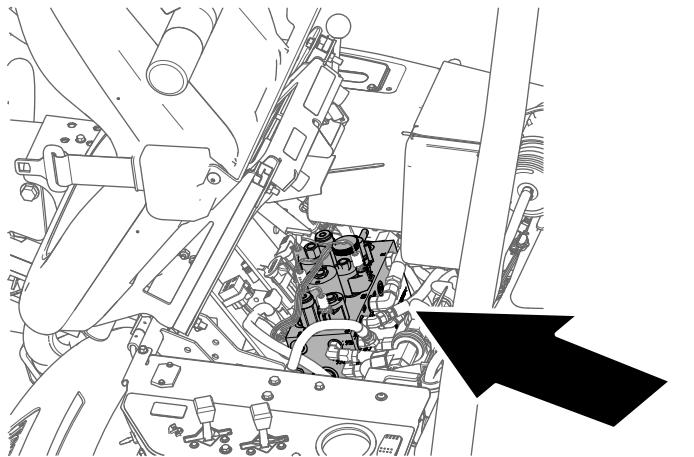

Figura 52
4. Inclinete in avanti il sedile dell'operatore e sostenetelo con l'asta di supporto (Figura 52).